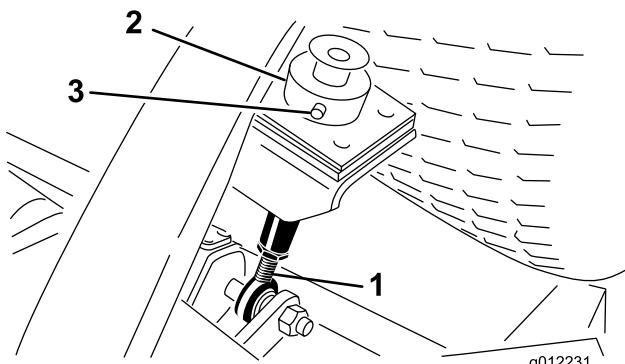
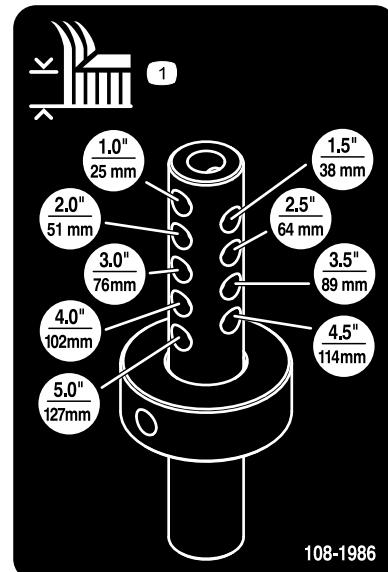

Figura 8
Figura 9
- Retire el pasador de horquilla y el pasador que fijan el collar de ajuste de la altura de corte a la varilla de ajuste de la altura de corte en la parte trasera de la unidad de corte (Figura 8).
- Alinee el collar de ajuste de la altura de corte con los taladros de ajuste de la altura de corte deseados de la varilla de ajuste de la altura de corte (Figura 8 y Figura 9).